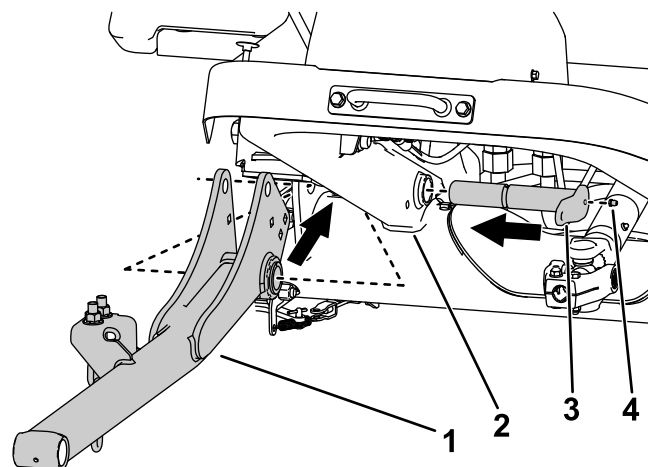

図 5
3. 大きいピンにグリスフィッティングを取り付ける 図 5。
2. 大きいピン 2本を使用して昇降アームをマシンのフレームに取り付ける 図 5。